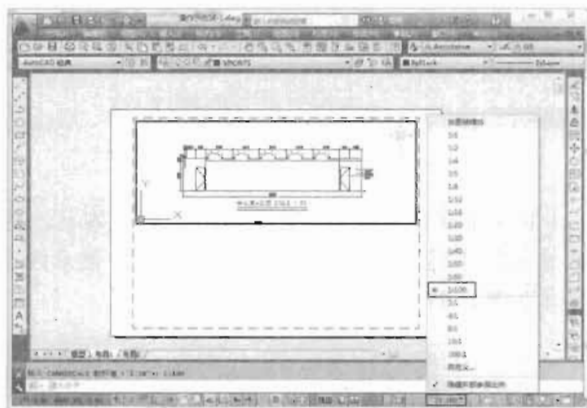

图 16-43
(7) 在状态栏右下角设置当前注释比例为 1:100，然后按住鼠标中键将图形移动到视口中间，如图 16-43 所示。